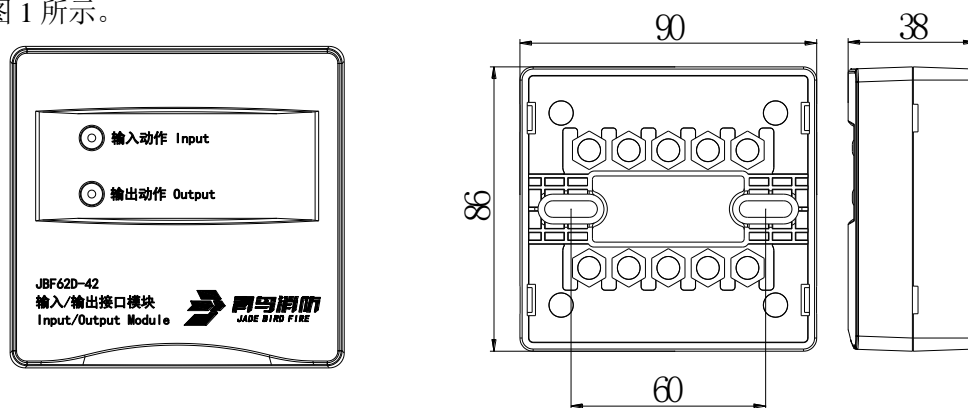

图 1 外形及安装尺寸图
- 布线施工后,通过预埋盒或使用膨胀螺栓将底座固定在墙上(使用 M4 螺钉),安装孔距为 60mm。如图 1 所示。